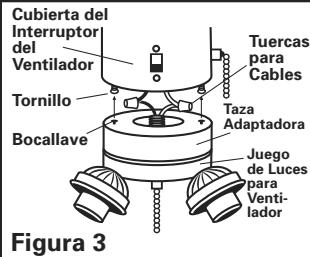

Figura 3
6. Meta cuidadosamente todos los cables nuevamente dentro del alojamiento del ventilador. Instale el juego de luces alineando las ranuras de bocallave con los dos tornillos anteriormente atornillados sólo hasta la mitad en el alojamiento del interruptor (Consulte la figura 2 para juegos de luces de una sola lámpara y la figura 3 para juegos de luces de 3 lámparas). Empuje de manera que los tornillos pasen a través de las ranuras de las bocallaves y gire de manera que se fijen en el extremo más angosto de las ranuras. Apriete de manera segura los tornillos para evitar que se suelte el juego de luces a causa de las vibraciones.